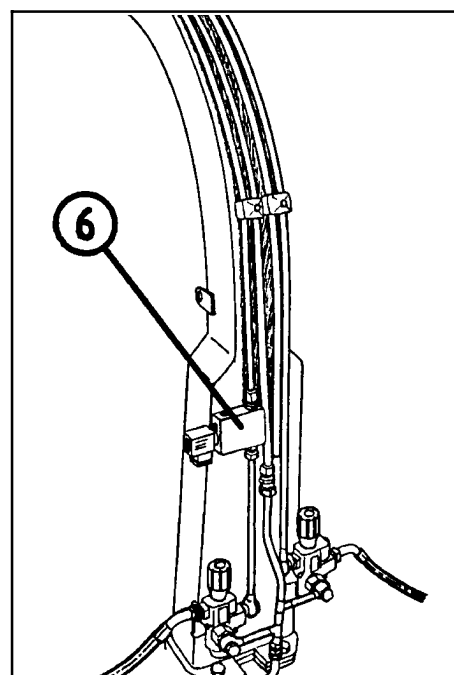

Fig. 14-3
På 1/1 fart åpner også magnetventilen på baksiden av maskinens tårn, (pos. 6, fig. 14-3), slik at oljen går utenom denne dysen.